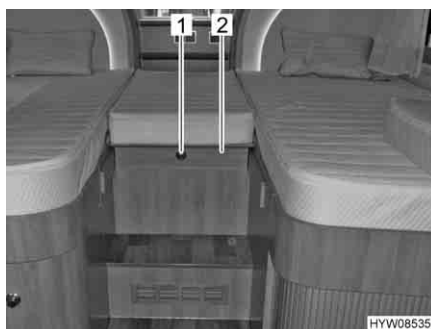

Fig. 64 Letti singoli in coda
- Premere il bottone automatico (Fig. 64,1) e aprire il diaframma (Fig. 64,2).